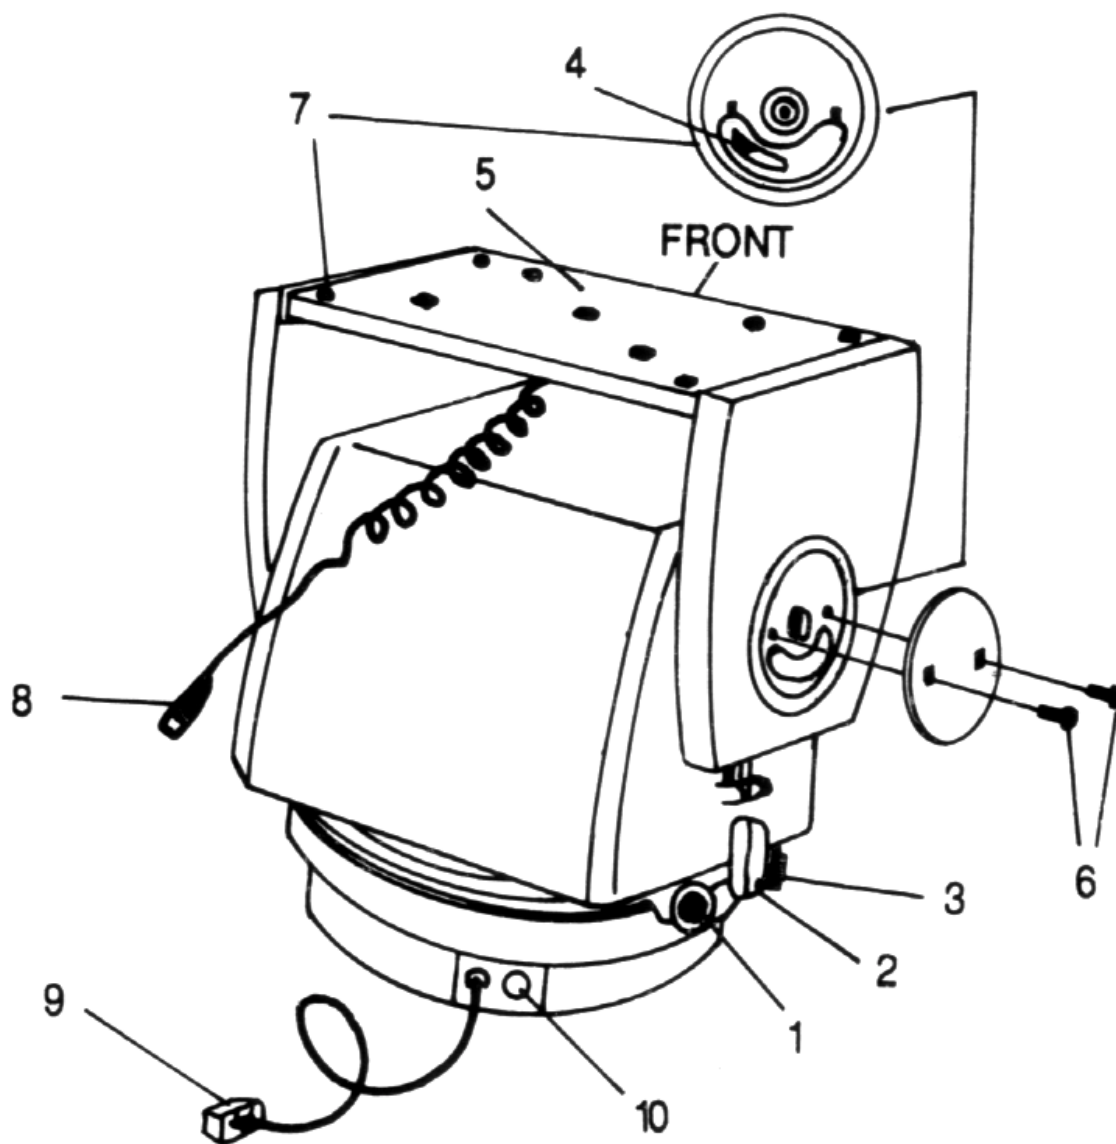

Figura 2
2. Para ajustar los interruptores de fin de carrera de giro (véase Figura 2), suelte los tornillos que fijan tanto los interruptores (1) como (3) en la unidad. Deslice los interruptores alrededor de la unidad hasta que se encuentren en la posición deseada y fíjelos apretando los tornillos.
3. Para ajustar los interruptores de fin de carrera de inclinación (véase Figura 2) situados en cada placa lateral, quite los dos tornillos que fijan cada tapa en la unidad. Afloje y ajuste los tornillos de los interruptores de fin de carrera de inclinación hasta lograr la posición de fin de carrera de inclinación deseada. Apriete los tornillos de los interruptores de fin de carrera, vuelva a instalar cada tapa en la unidad y fíjelas con los dos tornillos.